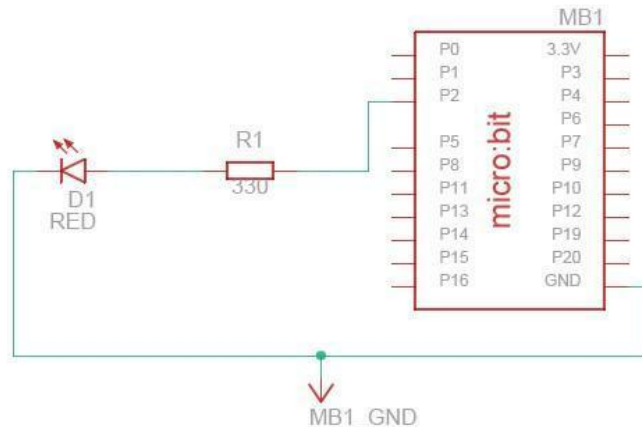

Figura 7: Circuito de conexión del LED
Para utilizar un LED siempre se debe conectar una resistencia en serie como se observa en el esquema de la figura 7. La resistencia tiene como objetivo limitar el valor de la corriente y evitar tanto la ruptura del LED como la del microcontrolador que lo alimenta.
1. Para este ejercicio se debe conectar un LED al pin 0 de la placa Micro:bit. El LED se debe conectar con una resistencia en serie de 330 Ohm (ver figura 7).